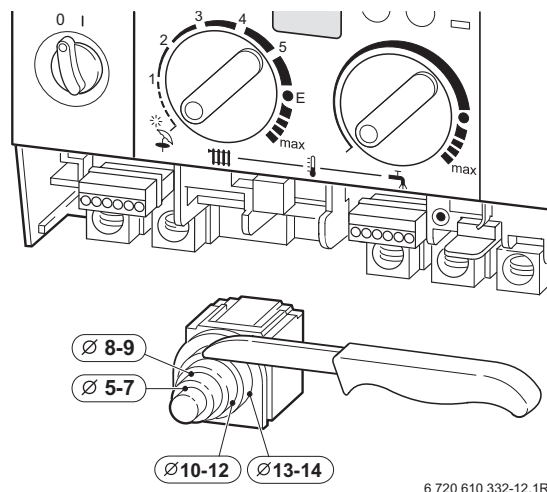

Fig. 16
- Per conservare la protezione contro gli spruzzi d'acqua (IP): scegliere il foro per il passaggio del cavo elettrico in base al diametro del cavo stesso, fig. 16.